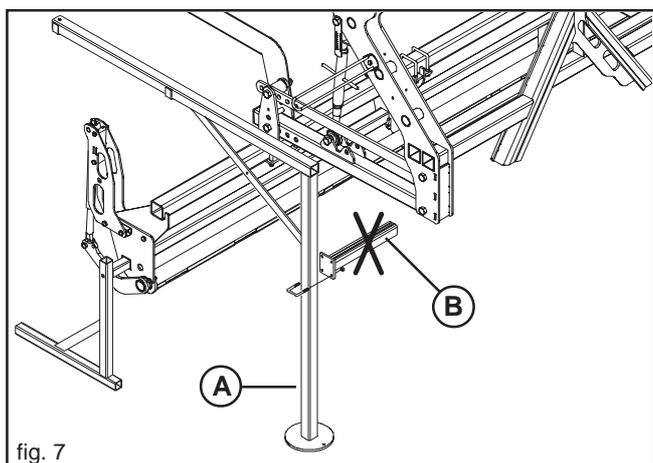

fig. 7
- Die Muttern lockern und den Anschluss (B Abb. 7) entfernen;